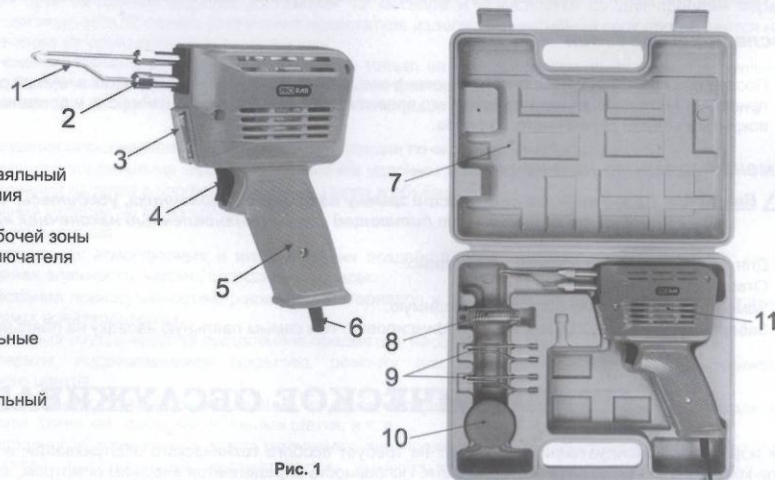

Рис. 1
- Для включения паяльного пистолета, нажмите пусковую клавишу (4) (См. Рис. 1).
- Наконечник паяльника (1) (См. Рис. 1) разогревается, когда нажат пусковой курок (4) (См. Рис. 1).
- При нажатом пусковом курке (4) (См. Рис. 1), также загорается подсветка рабочей зоны (3) (См. Рис. 1).
- Отвернуть две гайки (2) (См. Рис. 1).
- Завернуть две гайки (2) (См. Рис. 1), зафиксировав, тем самым паяльную насадку на паяльном пистолете.